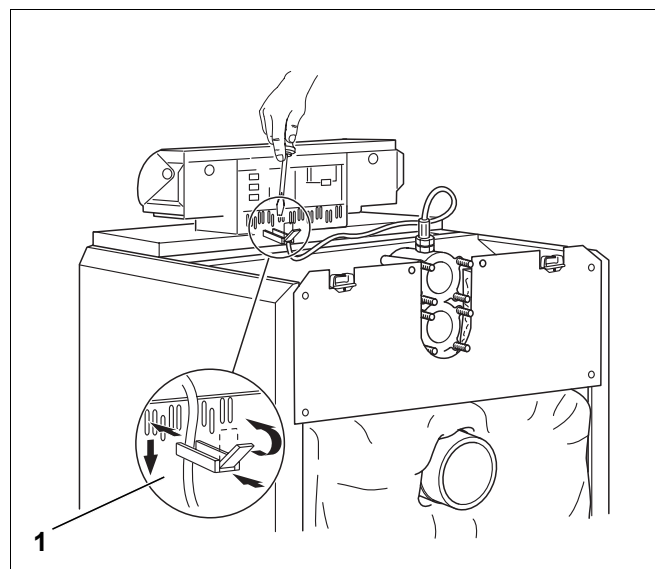

Bild 47 Befestigung der elektr. Verbindungsleitungen
- Kabelschellen mit eingelegter Leitung in den Schellenrahmen einsetzen und durch Umlegen des Hebels sichern (Bild 47, **Pos. 1**).